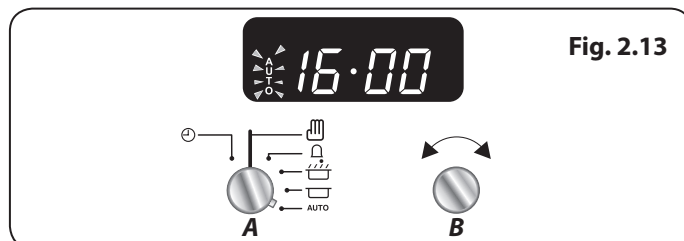

Fig. 2.13
Le four multifonctions est doté de deux commandes, un sélecteur de fonction et un bouton de réglage de température (**Fig.2.13**).
6. Lorsque le programme démarre, le symbole de cuisson apparaît à l'écran. Une fois la durée écoulée, une alarme retentit et le four multifonction cesse de fonctionner. Le symbole de Cuisson disparaît et le mot **AUTO** clignote (**Fig. 2.13**).